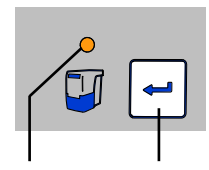

рис. 8
- ⇒ Нажмите кнопку «Ввод» (25) (счётчик для регистрации интервала времени сбрасывается).
- ◆ Индикатор «Контейнер для сбора пыли» (24) гаснет.
*В случае если контейнер для сбора пыли не был опорожнён, индикатор «Контейнер для сбора пыли» (24, рис. 8) продолжает светиться дальше. После выключения / включения прибора 3-х разовой звуковой сигнал вновь напоминает о необходимости опорожнить контейнер для сбора пыли.*